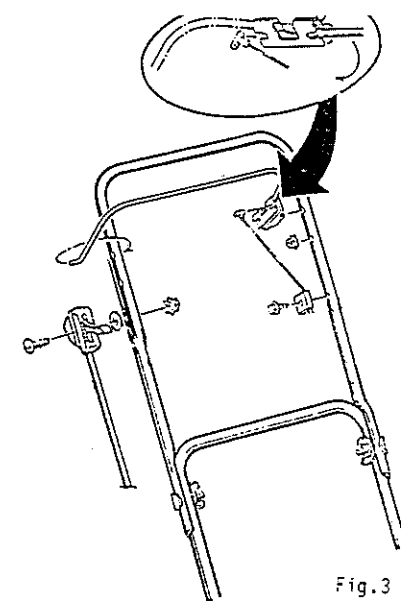

Fig.3
- fixer la butée de gaine du câble d'arrêt moteur à gauche du guidon supérieur (fig.3).